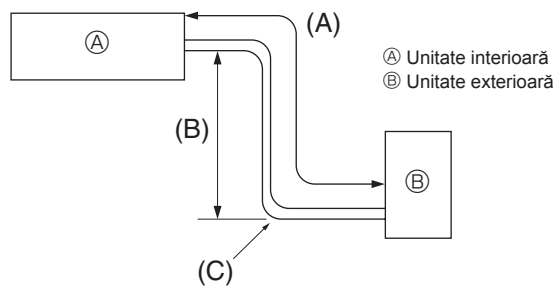

Fig. 5-1
5.1. Conductă pentru agentul frigorific (Fig. 5-1)